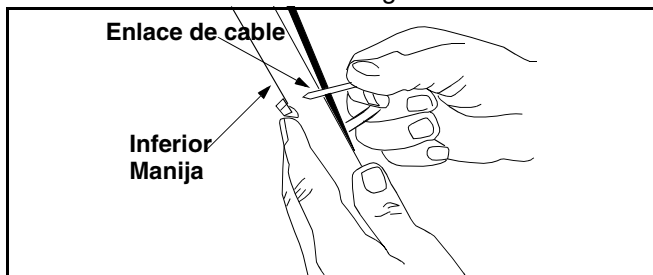

Figura 4
- Apriete el cable a la manija inferior con las dos uniones del cable que se encuentran en la manija inferior. Jale las uniones del cable apretándolas y recortando el exceso. Ver Figura 4.